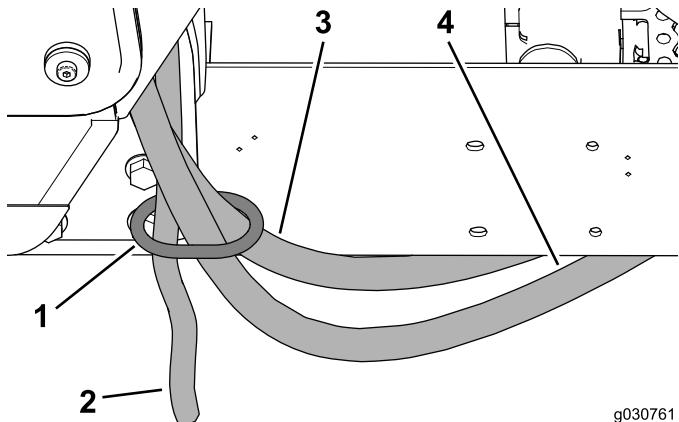

Рисунок 38
- Проложите шланги для обогревателя и сливной шланг, продев их через кольцо для шлангов на заднем креплении кабины (Рисунок 38).